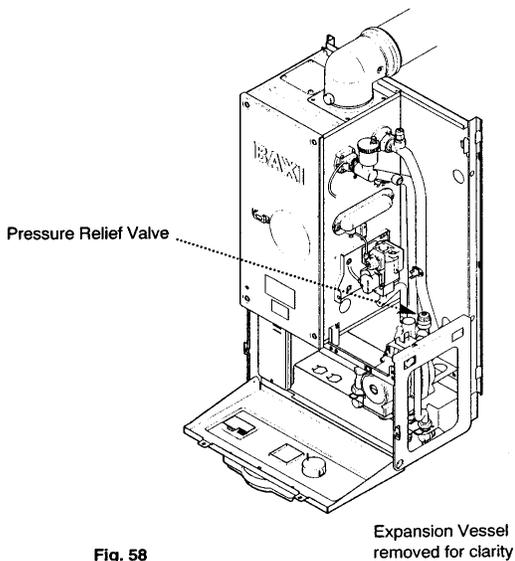

Fig. 58
**13.12 Pressure Relief Valve (Fig. 58)**